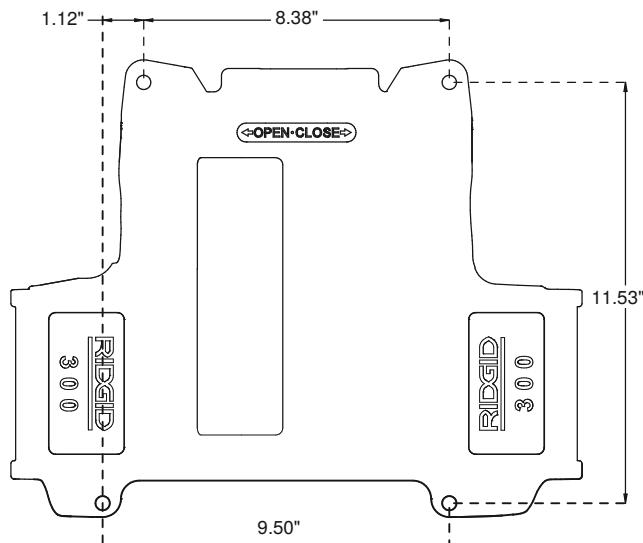

Afbeelding 5 - Baksteen afstellen
- Draai de stelschroef op de achterste baksteun los (zie Afbeelding 5).